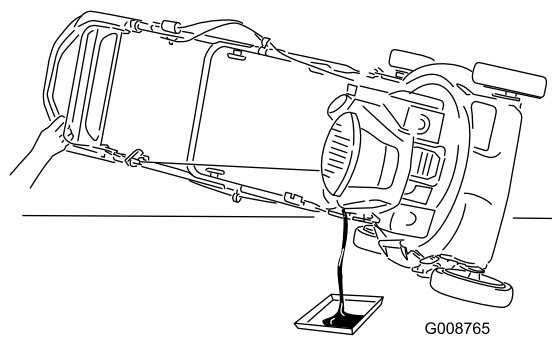

Figura 42
3. Inclinate il tosaerba sul fianco, con il filtro dell'aria in alto, per scaricare l'olio usato attraverso il tubo di riempimento (Figura 42).